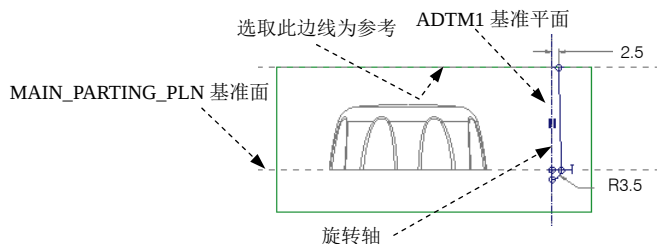

图 18.3.10 截面草图
(3) 进入截面草绘环境后，选取 ADTM1 基准面、MAIN_PARTING_PLN 基准面和图 18.3.10 所示的边线为草绘参考，绘制图 18.3.10 所示的截面草图，完成特征截面后，单击“草绘”操控板中的“完成”按钮 。
(4) 定义旋转角度。旋转角度类型为 ，旋转角度为 360。切削方向采用默认方向。
(5) 单击“旋转”操控板中的  按钮，完成特征创建。